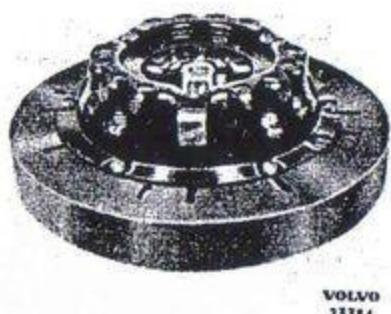

Bild 57. Kopplingen monterad på universaljiggen SVO 1077 A med justerjiggen SVO 2066.
2. Placera justerjiggen SVO 2066 i universaljiggen SVO 1077 A. Se till att justerjiggen ligger koncentriskt. Lägg kopplingen ovanpå de båda jiggarna och i sådant läge att kopplingshåvarmarna kommer mitt över justerjiggens klackar. Skruva fast kopplingen vid justerjiggen. Bild 57.